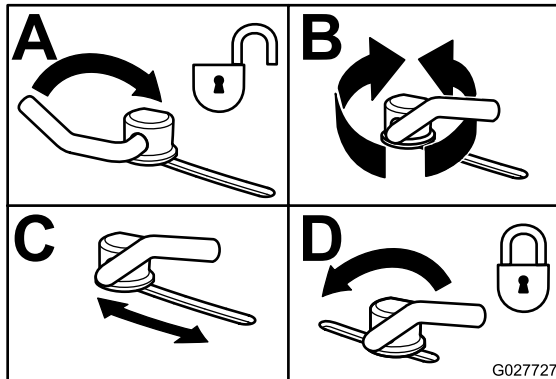

Figura 37
- Para ajustar los bloqueos de leva, levante la palanca para aflojar el bloqueo de leva (Figura 37).
- Devuelva la palanca a su posición original para apretar el deflector y los bloqueos de leva (Figura 37).